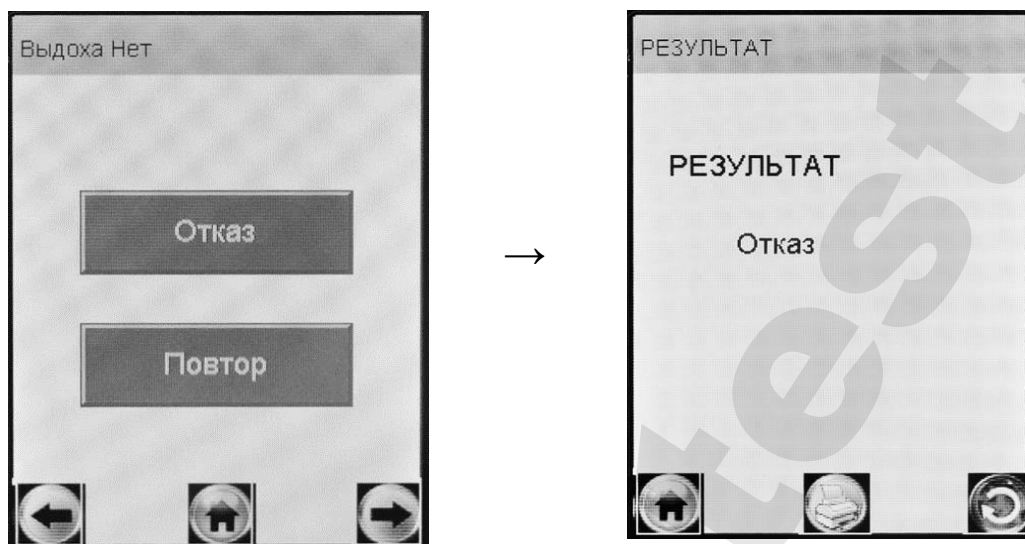

Рисунок 23 – Отказ от измерения
2.9.1 Если при выполнении 2.7.10 настоящего РЭ выдох не был сделан своевременно, то окно готовности к отбору пробы «Дуйте» сменится окном «Выдоха нет» (рисунок 23, слева).
В случае отказа обследуемого от проведения измерения (обследуемый отказывается делать выдох) в анализаторе предусмотрена возможность прервать процедуру измерения, зафиксировав факт отказа от измерения. Для этого нажмите на виртуальную кнопку «Отказ» – на экране появится сообщение об отказе от измерения (рисунок 23, справа).